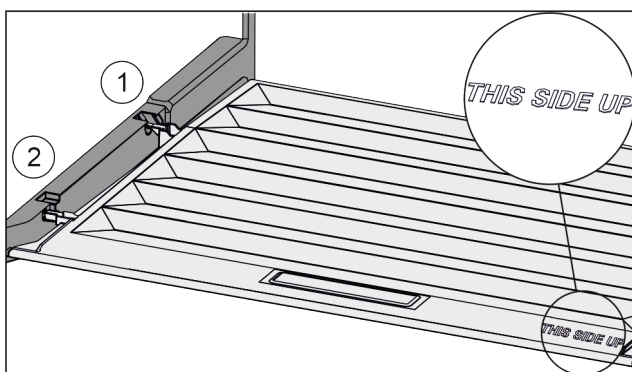

Fig. 28
- Пхнете шийките на капака през отвора в задния държач Fig. 28 (1) и фиксирайте отпред в държача Fig. 28 (2).